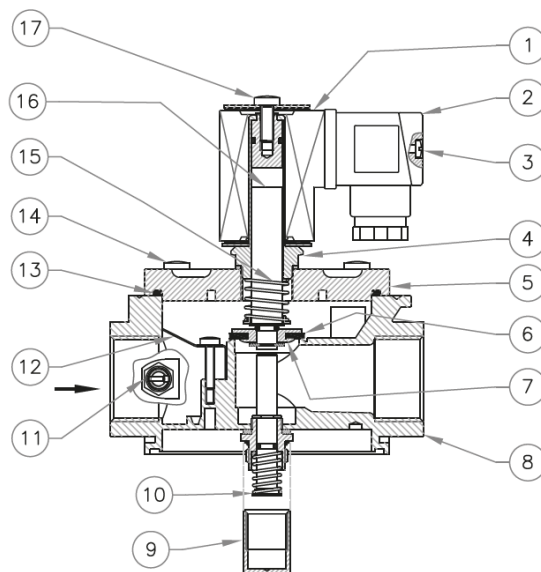

Рис. 2
Клапан (Рис. 2) состоит из: соленоид (1); электрический коннектор (2); винт коннектора (3); направляющая сердечника (4); крышка (5); уплотнитель затвора (6); затвора (7); корпус (8); колпачок механизма взвода (9); шток взвода (10); штуцер отбора давления (11); фильтрующая сетка (12); прокладка (13); винты (14); пружина запирающего механизма (15); подвижный сердечник (16); винт крепления катушки (17).